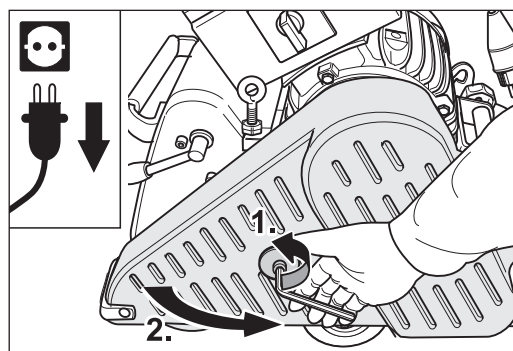

Abb. 42 Den Netzstecker aus der Steckdose ziehen und den Riemenschutz öffnen.
- 5 Öffnen Sie den Riemenschutz (Abb. 42).